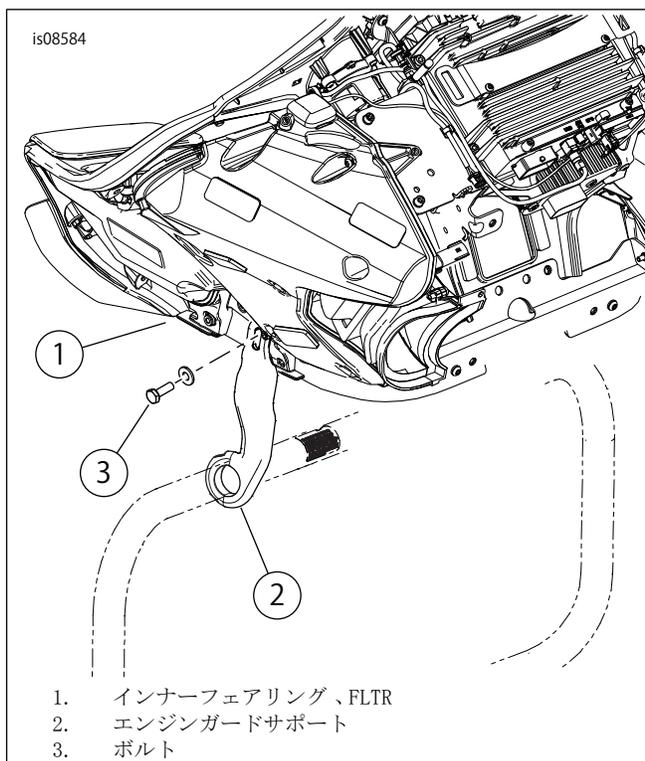

図2。エンジンガードサポートからのボルトの取り外し
11. 「図2」を参照してください。インナーフェアリング(1)のエンジンガードサポート(2)からボルト(3)とワッシャーを取り外して廃棄します。必要に応じてインナーフェアリングのリア部を支えます。反対側も同じようにします。